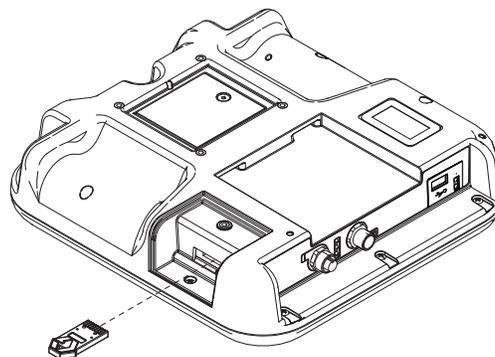

Fig. 8 : Insertion du jeton
2. Insérez un jeton de mise à jour noir dans la fente où le capot (L) a été retiré, comme indiqué à la **Figure 8**.